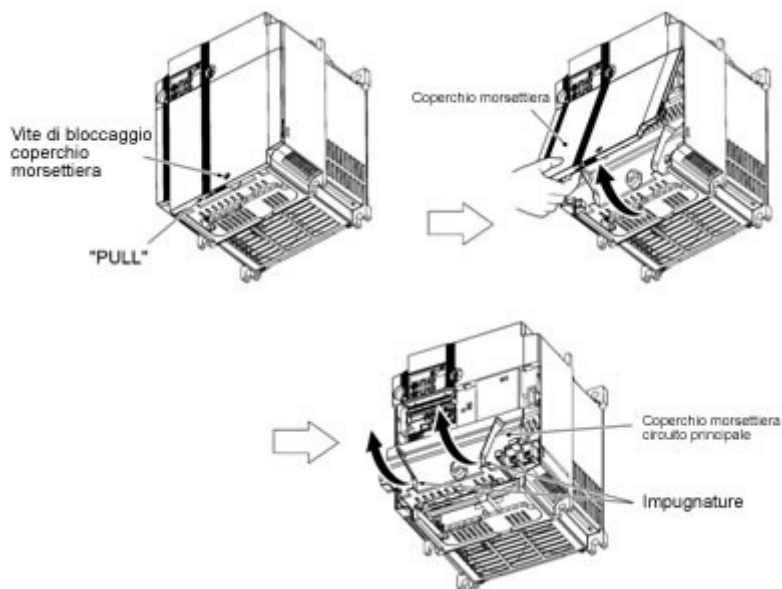

Figura 4.4 Come togliere i coperchi (per inverter con potenza di 11 kW e 15 kW)
(3) Per inverter con potenza di 11 e 15 kW
- ① Per togliere il coperchio della morsettiere, svitare prima la vite di bloccaggio, mettere un dito nella cavità (con la scritta "PULL") e tirare il coperchio verso l'alto e verso di sé.
- ② Per togliere il coperchio della morsettiere del circuito principale, afferrare le impugnature sui due lati del coperchio e sollevarlo (figura 4.4).